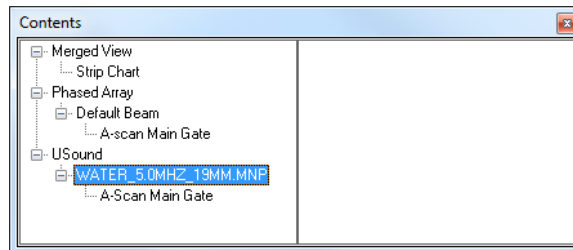

Figure 10-2 Exemple d'une boîte de dialogue Contenu avec un fichier PASS
5. Sélectionnez la vue (ou les vues) souhaitée pour le fichier PASS importé dans la boîte de dialogue **Contenu** (voir la Figure 10-2 à la page 464).